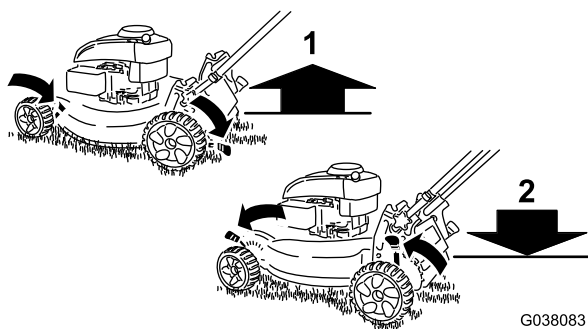

Figure 9
**Remarque:** Pour élever la machine, déplacez tous les leviers de réglage de hauteur de coupe en arrière. Pour abaisser la machine, déplacez tous les leviers de réglage de hauteur de coupe en avant (Figure 9).